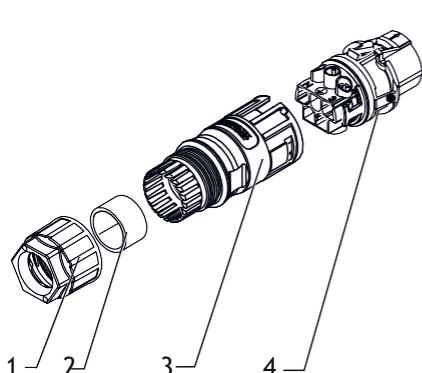
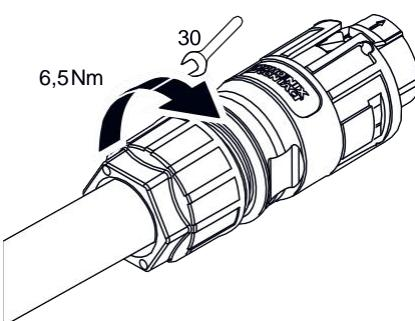

Figura 9: Conector de CA
Figura 14: Atornillar el racor de cable
**Leyenda desde la Figura 9 hasta la Figura 14**